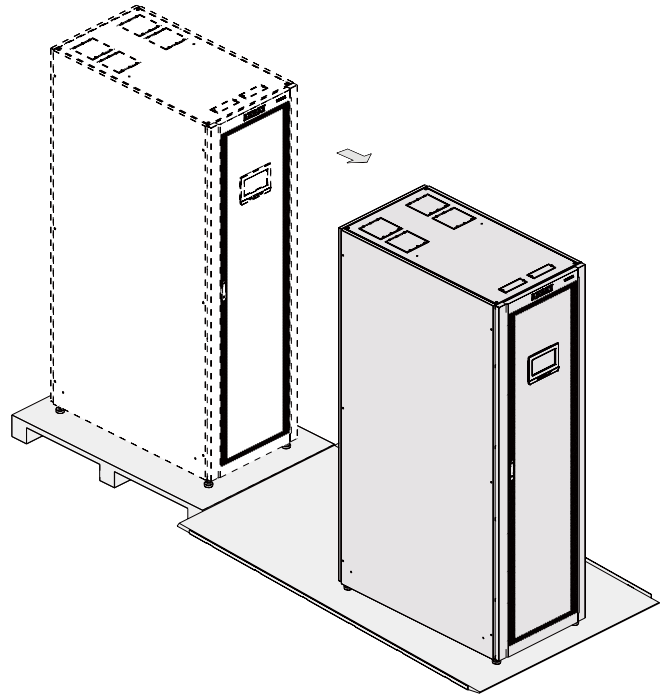

图4-4：将机柜移下斜坡板
8. 将机柜缓慢移向栈板前侧，继续将机柜移下斜坡板直到其完全脱离斜坡板（见图 4-4）；